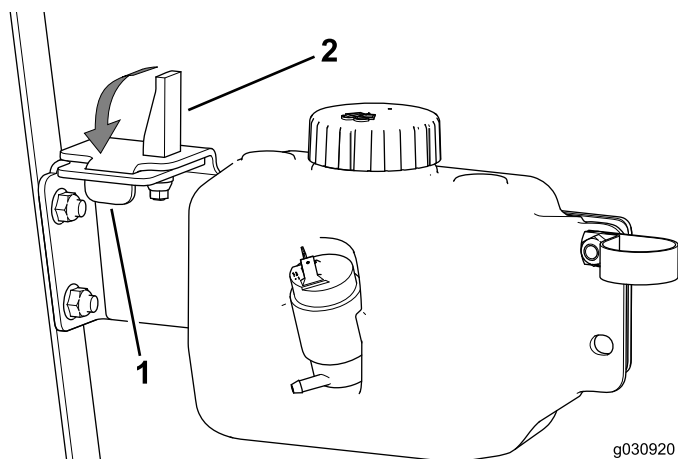

Figura 36
- Inserite la linguetta nella scanalatura e la boccola di fissaggio a espansione nel foro della piastra del serbatoio (Figura 36).
6. Spingete la leva di fissaggio a espansione verso il basso (Figura 36).